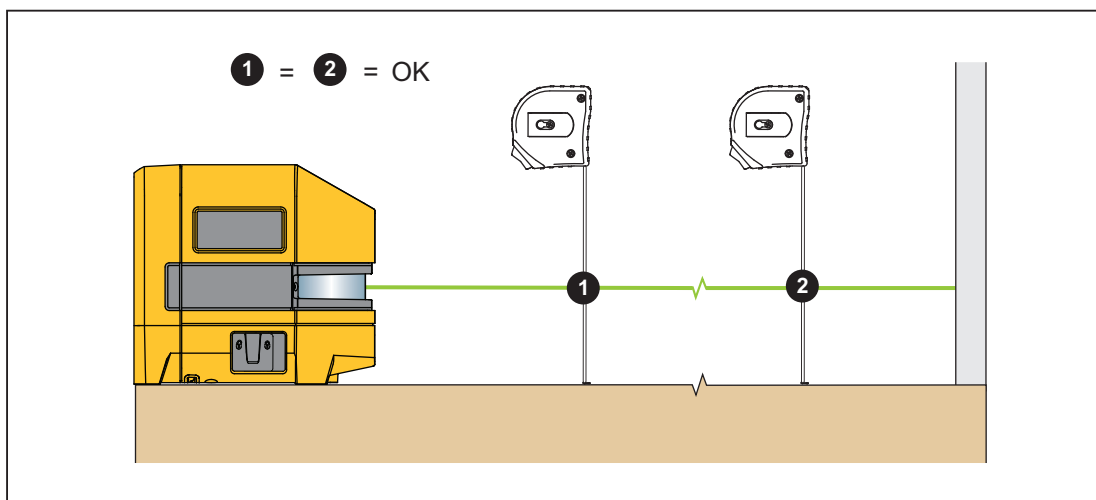

Figure 4. Alignement de l'élément existant
3. Mesurez la distance entre l'élément et le laser à diverses distances du Produit. Voir la figure 4.